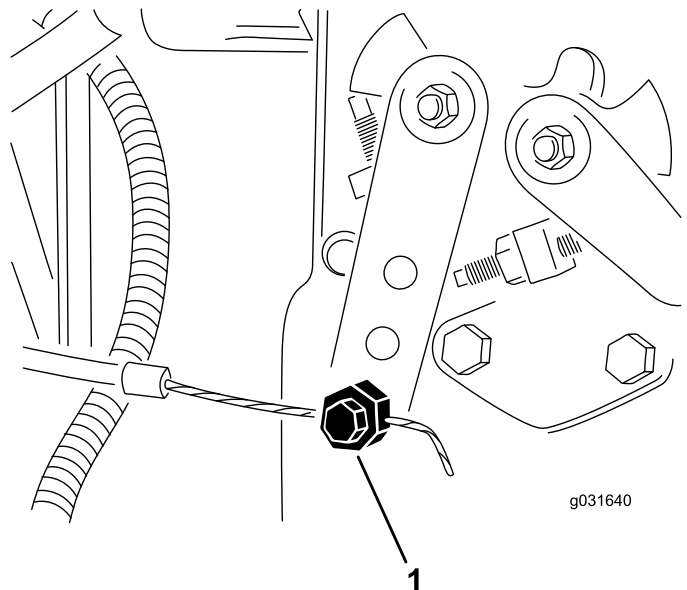

図 64
2. 噴射ポンプのレバーアーム 図 64の部分にあるスロットルケーブルのコネクタをゆるめる。